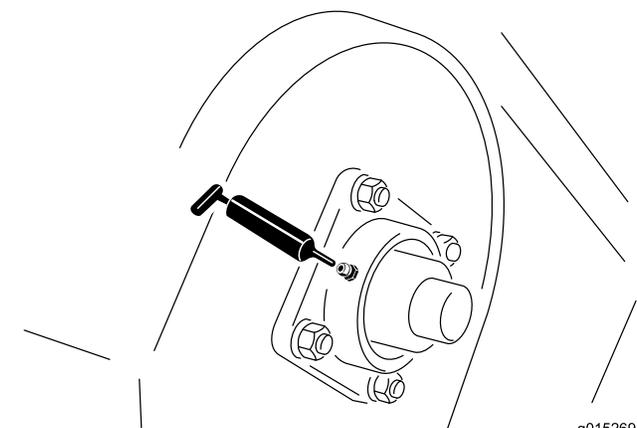

図 12
2. グリスガンでグリスを注入する 図 11、図 12、図 13。